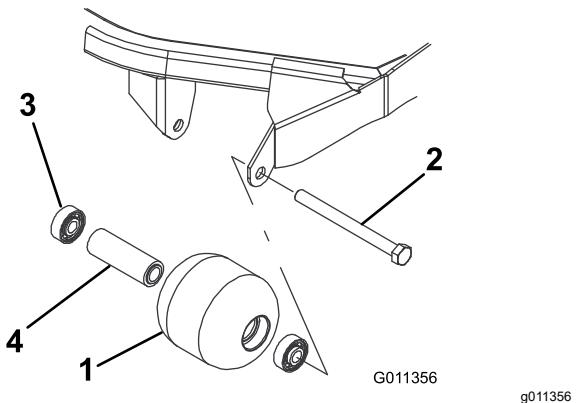

図 81
1. ローラ取り付けボルトを外す図 81。
4. ローラハウジング、ベアリング、ベアリングスペーサに破損がないか点検する図 81。破損している部品を交換し、組み立てを行う。
1. 第一のペアリングをローラハウジングに押し込む図 81。アウターレースのみを押すか、インナーレースとアウターレースを均等に押すかする。
2. スペーサを入れる図 81。
3. 第二のペアリングをローラハウジングに押し込む図 81。インナーレースがスペーサに接触するまで、インナーレースとアウターレースを均等に押す。